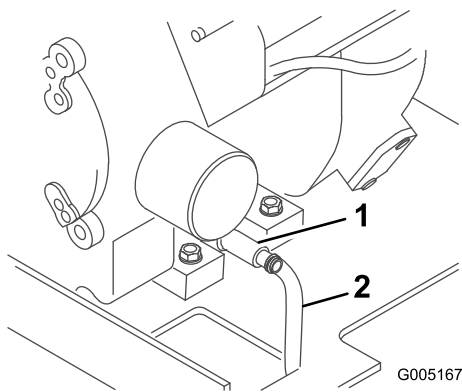

Figure 24
4. Raccordez une extrémité du flexible au robinet de vidange et placez l'autre dans un bac de vidange (Figure 24).
5. Ouvrez le robinet de vidange d'huile en le tournant dans le sens antihoraire et en le soulevant (Figure 24).